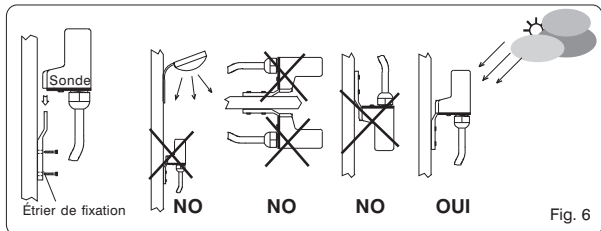

Fig. 6
- Fixer l'étrier au mur (fig. 6).
- Befestigen Sie den Bügel an der Wand (Abb. 6)